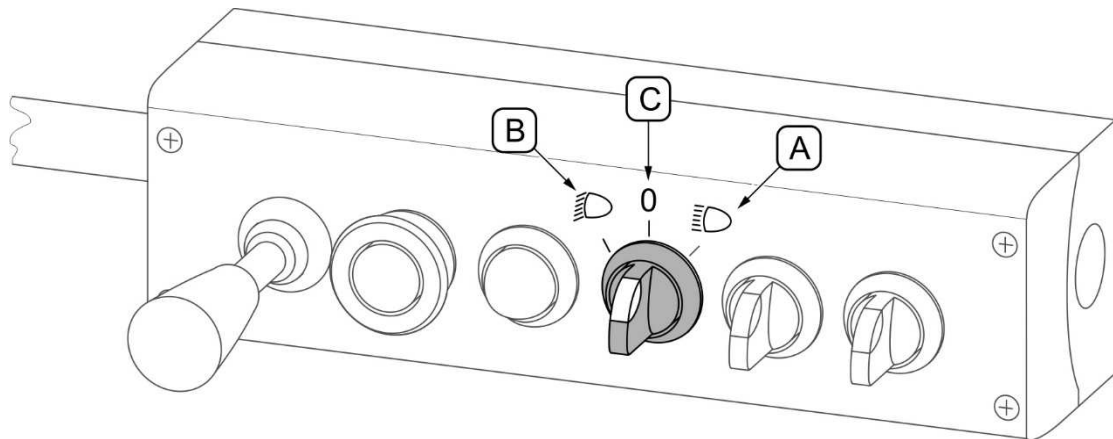

FIGURE 4.12 Commutateur des feux supplémentaires
Le commutateur des feux supplémentaires (FIGURE 4.12) commande les feux situés sur les supports du système de suspension du chasse-neige. Une fois le commutateur mis à la position extrême gauche (B), les feux de croisement sont allumés, et s'il est mis à la position extrême droite (A), les feux de route sont allumés. Une fois le commutateur mis à la position centrale (C), les feux supplémentaires sont complètement éteints (à l'exception des feux d'encombrement, ce sont éteints avec l'interrupteur principal).